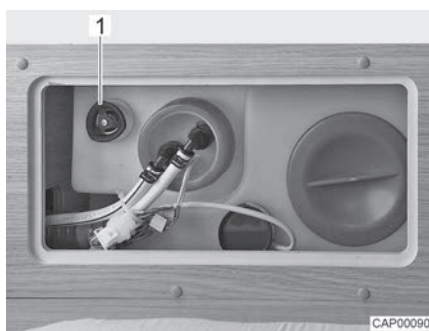

Fig. 142 Réservoir d'eau avec poignée tournante
- Faire tourner la poignée tournante (Fig. 142,1) du réservoir d'eau à fond dans le sens inverse des aiguilles d'une montre au-delà de la résistance pour ouvrir entièrement l'ouverture d'écoulement.